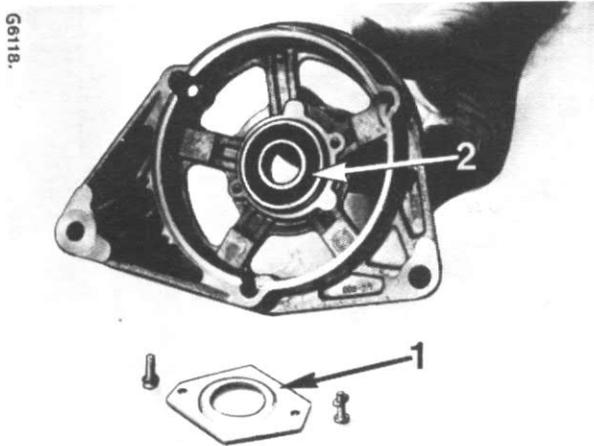

Figure 36
Fixez le roulement à billes (2) fig. 36 avec la plaque de retenue (1). Bloquez les vis de la plaque en les enduisant d'un produit de blocage. Mettez en place le roulement à billes (2), fig. 23.